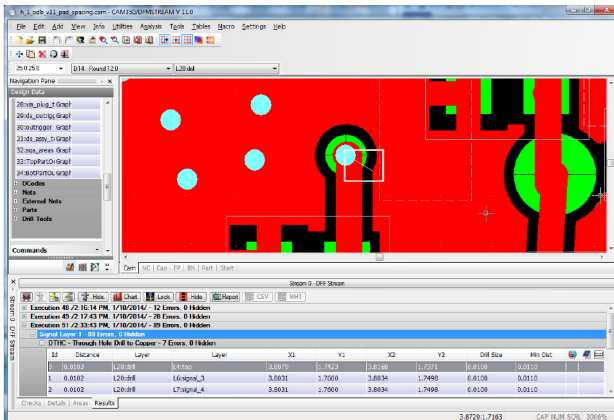

Abbildung 4: Signal Layer - Drill spacing
- Drill Spacing (Abb. 4)
Die Bohrabstände (Abb.4) werden in nachstehenden Checks erfasst: